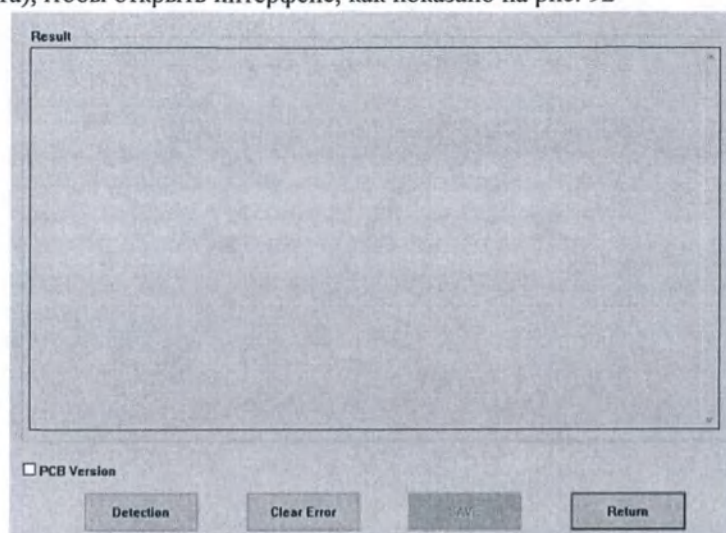

Рисунок 92 – Интерфейс запроса статуса инструмента
1) В окне главного меню выберите **Maintenance** (Техническое обслуживание) → Instrument Status Query (Запрос статуса инструмента), чтобы открыть интерфейс, как показано на рис. 92